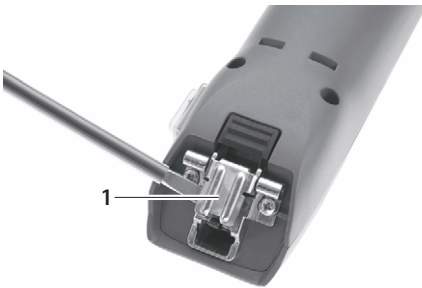

Fig. 1
- Med stängt knivlock: Fäll upp knivlocket 1 med en skruvmejsel, se Fig. 1.